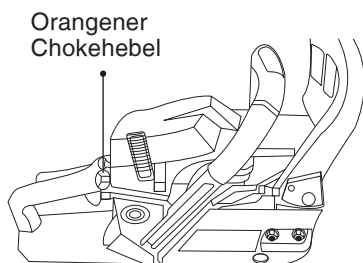

Abb. 7
- Ziehen Sie den Chokehebel vollständig heraus (Abb. 7).